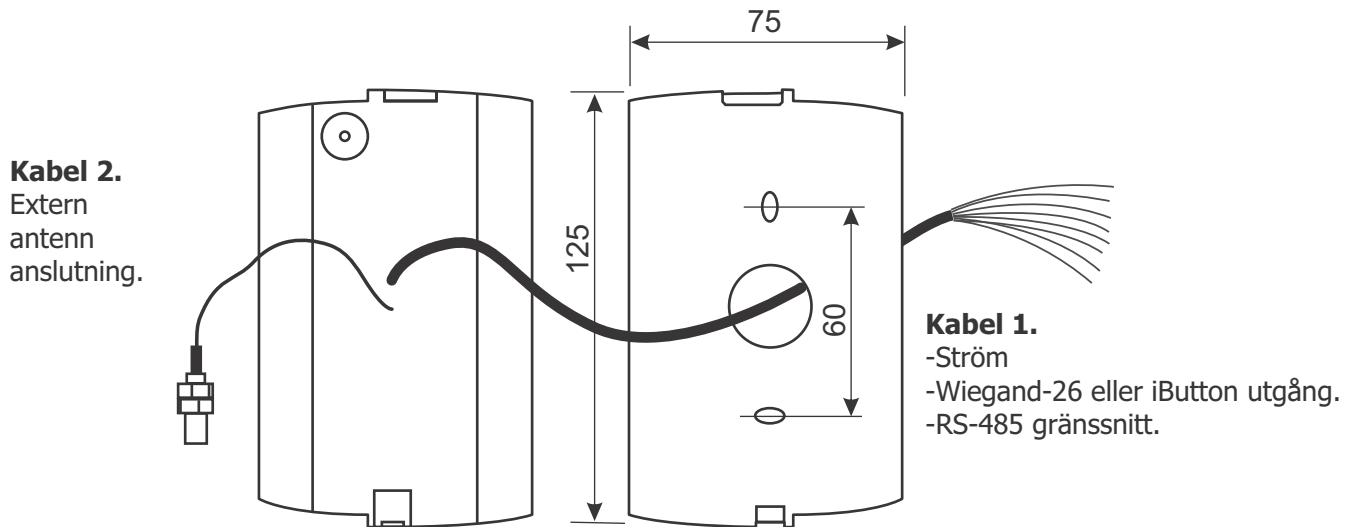

Bild.1
1. Märk ut och montera fästhål i samma storlek som hålen i läsarens kåpa (se Bild 1).